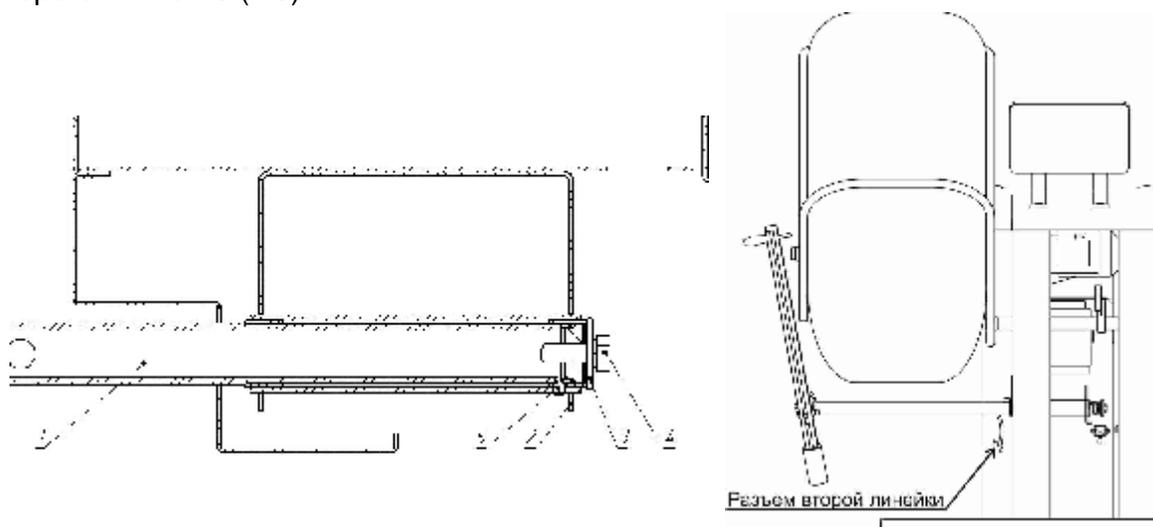

Рисунок 4.3
4.5 Для станка СБМП-60/3D. Собрать вторую линейку в следующем порядке, рисунок 4.3.